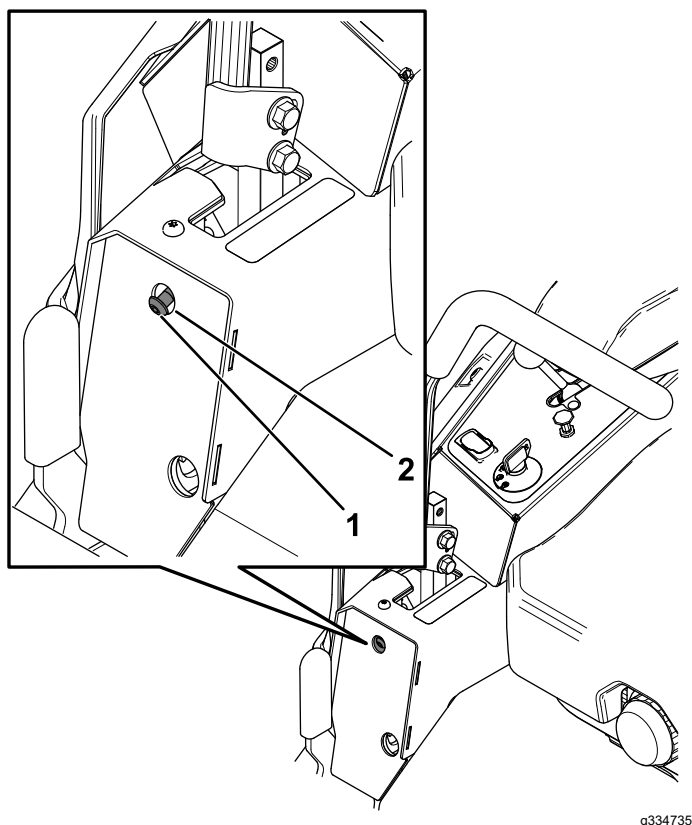

Figura 58
6. Dacă maina se îndreaptă spre dreapta, introduceți o cheie hexagonală de 3/16" în orificiul de acces al panoului stânga al capacului frontal i rotiți urubul de aliniere în sensul acelor de ceasornic sau în sens invers acelor de ceasornic, pentru a regla cursa manetei (Figura 58).
7. Dacă maina se îndreaptă spre stânga, introduceți o cheie hexagonală de 3/16" în orificiul de acces al panoului dreapta al capacului frontal i rotiți urubul de aliniere în sensul acelor de ceasornic sau în sens invers acelor de ceasornic, pentru a regla cursa manetei (Figura 58).